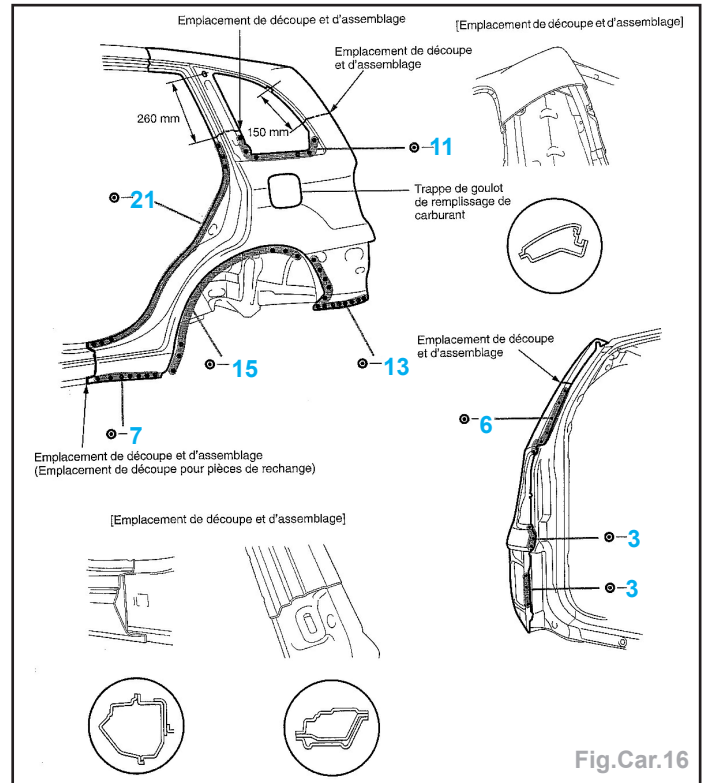

Fig.Car.16
- Tracer puis découper le montant de custode et le bas de caisse à l'aide d'une meule assiette ou d'une scie alternative (Fig.Car.16).